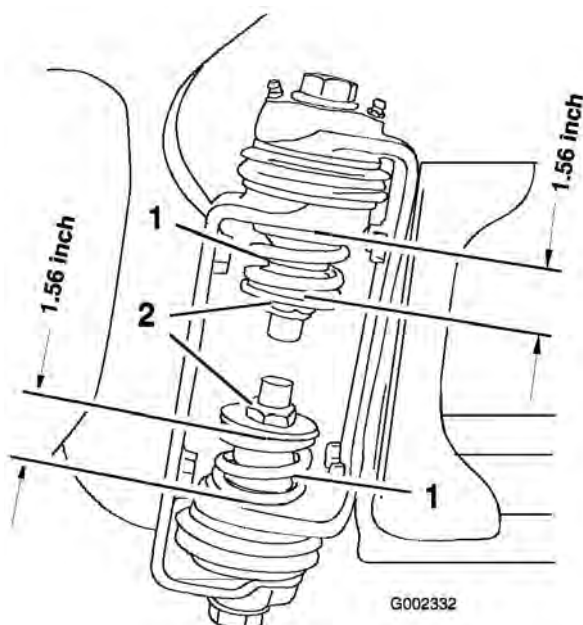

Figura 3
3. Misurate la compressione delle molle superiori e inferiori della cerniera, mentre le barre sono prolungate (Figura 3).